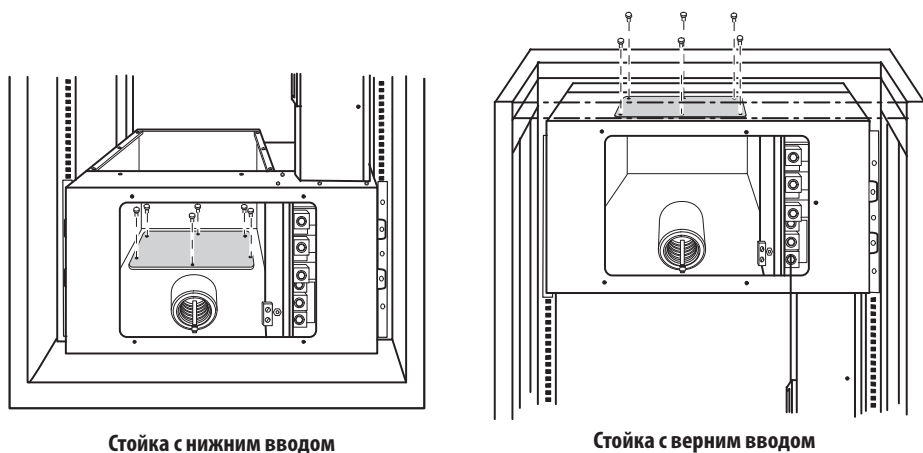

Рисунок 7. Удаление посадочной пластины кабелепровода
3. Извлеките шесть винтов из посадочной пластины кабелепровода и сохраните их. Снимите пластину и сохраните ее. См. рисунок 7.